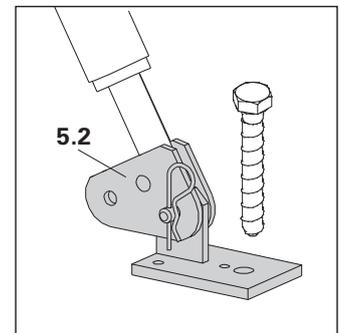

Fig. A2.16.1
3. Stabiliser dans le sens transversal de la sablière à l'aide d'un dispositif résistant à la traction et à la pression, par ex. à l'aide d'une platine de pied et de PERI Multi Monti MMS (5.2). (Fig. A2.16.1)